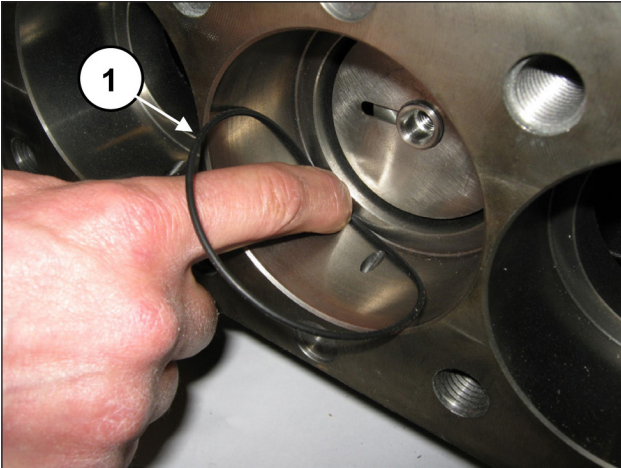

Fig. 170
Déposer le joint torique du fond du support des joints au cas où il serait resté à l'intérieur du carter de pompe (rep. ①, Fig. 170).